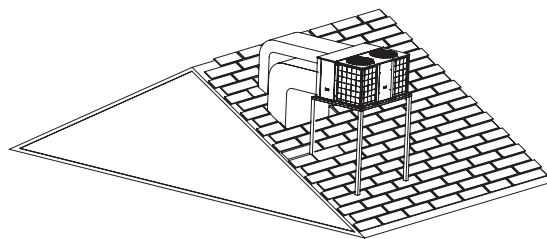

Рис. 5.2
- Типичное размещение на крыше с использованием рамы (см. рис. 5.2).